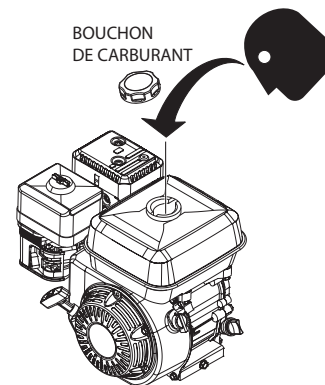

Figure 6. Vérification de carburant
1. Faites une inspection visuelle (Figure 6) pour voir si le niveau de carburant est bas. S'il n'y a pas assez de carburant, remplissez le réservoir avec de l'essence sans plomb.